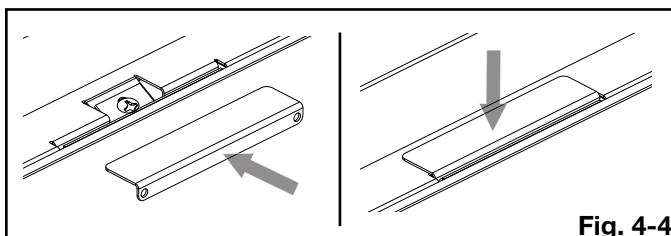

Fig. 4-4
- Couvrez la vis avec la plaque de recouvrement de vis centrale (fournie) (Fig. 4-4).